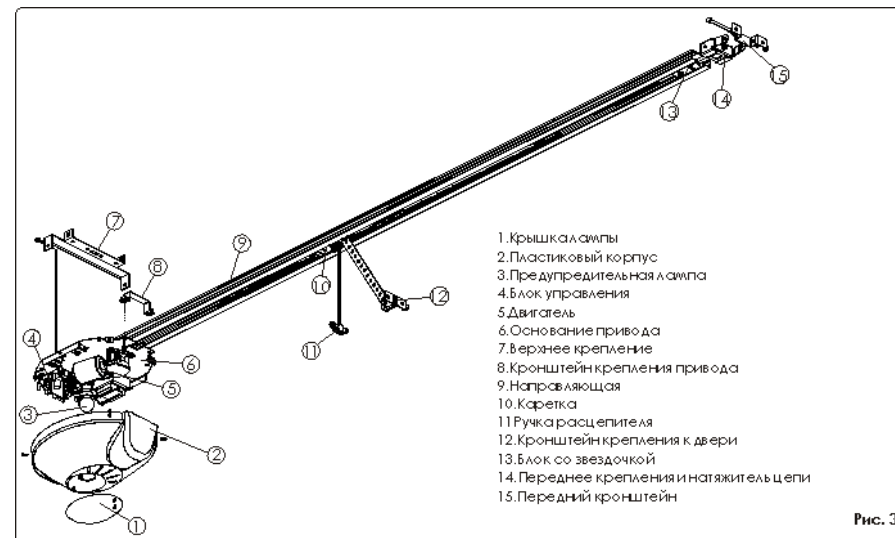

Рис. 3
Для замены лампы открутите винт и снимите крышку лампы в направлении, указанном стрелкой на рис. 3, и замените лампу (тип 230В, макс. 25Вт).
2. Расположите пульт *master TX* напротив кодируемого пульта (*master* или *slave*), как показано на рис. 3.